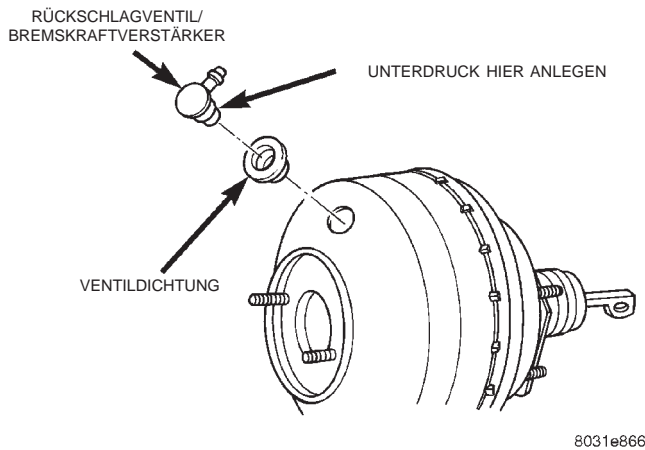

Abb. 9 Unterdruckrückschlagventil und Dichtung
(1) Unterdruckschlauch vom Rückschlagventil abziehen.
(2) Rückschlagventil und Ventildichtung vom Bremskraftverstärker abbauen.
(3) Für die Prüfung eine handbetriebene Unterdruckpumpe verwenden.
(4) Einen Unterdruck von 50 bis 75 Kilopascal (15–20 psi) am größeren Ende des Rückschlagventils anlegen (Abb. 9).
(5) Der Unterdruck sollte gleichmäßig bleiben. Zeigt das Meßgerät einen Unterdruckverlust, ist das Rückschlagventil defekt und muß ausgetauscht werden.